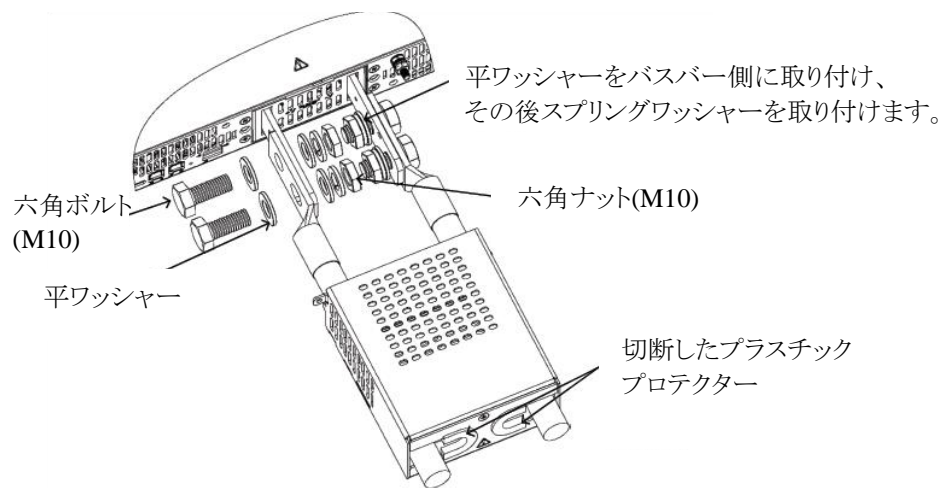

図4-33 負荷線の接続方法
5. 図4-33に示すように負荷線をバスバーに固定し、先ほど切断したプラスチックプロテクターとともに出力端子カバーを組み立てます。